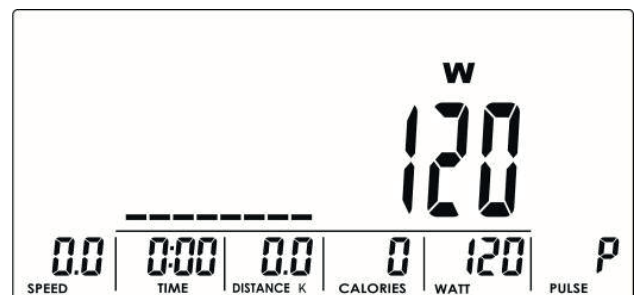

Abbildung. 15
2. Geben Sie den Ziel-Wattwert (Vorgabewert: 120, Abb. 15) mit dem Drehrad ein und bestätigen Sie mit MODE.